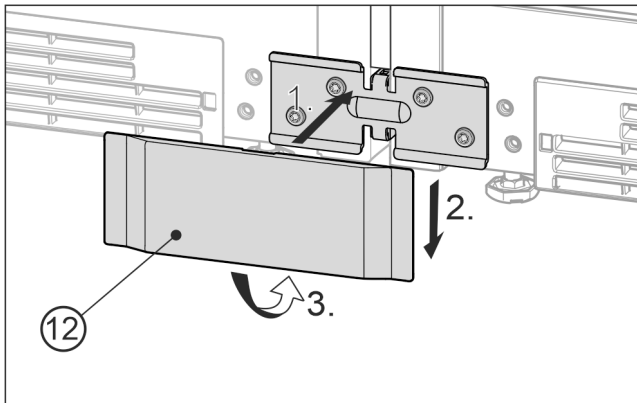

Fig. 22 Beispielhafte Darstellung
- ▶ Die untere Abdeckung Fig. 22 (12) von vorne auf den Winkel aufsetzen Fig. 22 (1), runterschieben Fig. 22 (2) und unten einrasten Fig. 22 (3).